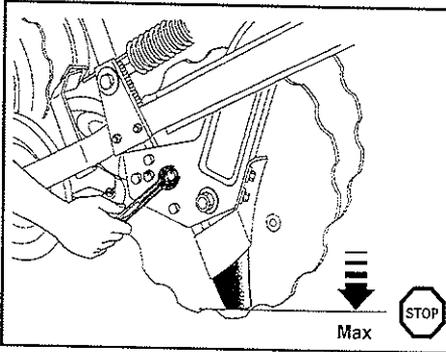

fig. 16
a) On peut modifier la position entre le soc et le bras, en desserrant les vis de fixation du soc et en montant jusqu'à l'hauteur désirée. (figures 16 et 17).